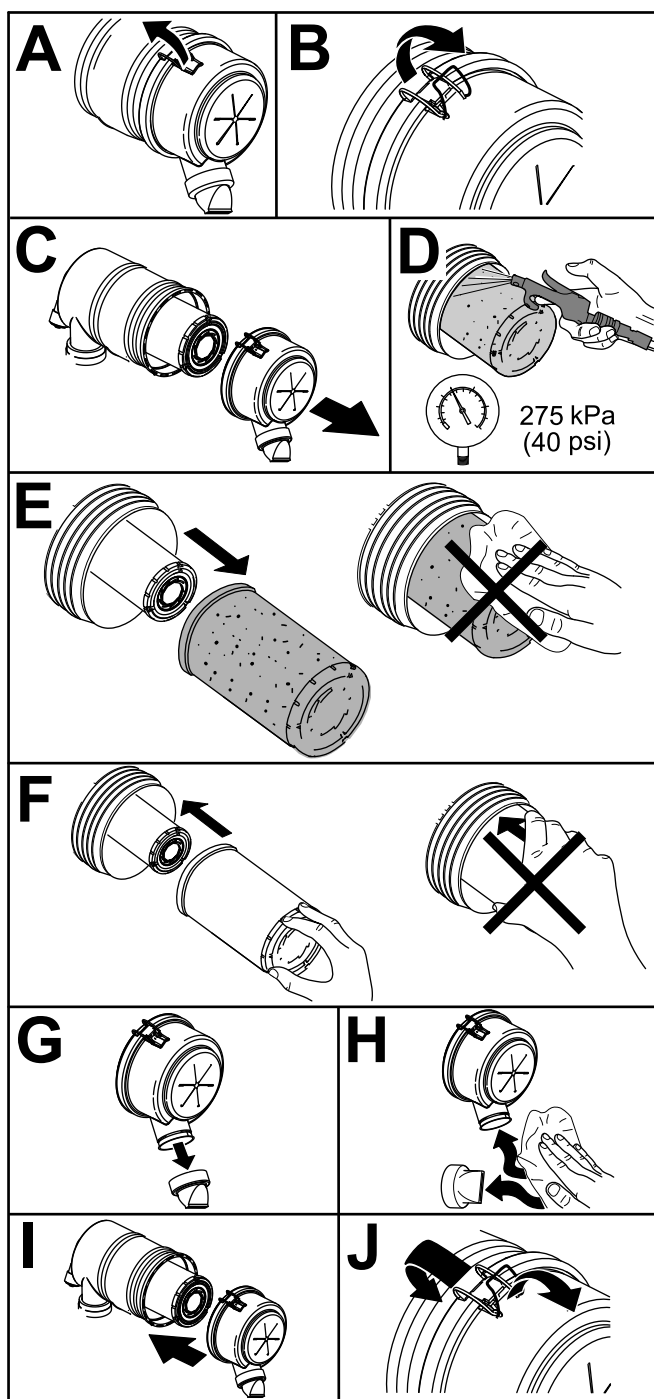

Figura 56
1. Înlocuii elementul filtrului de aer (Figura 56).